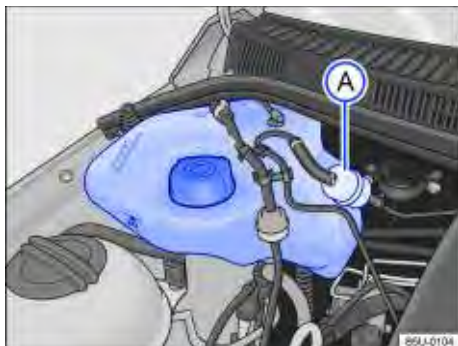
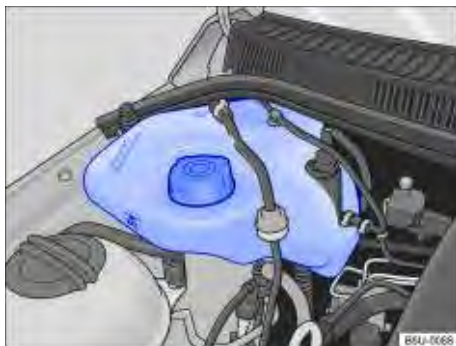

Fig. 131 No compartimento do motor: reservatório de gasolina para o sistema de partida a frio para motores 1.0.
Fig. 132 No compartimento do motor: reservatório de gasolina para o sistema de partida a frio para motores 1.6.
O reservatório de gasolina do sistema de partida a frio encontra-se no compartimento do motor, no lado direito ⇒ Fig. 131 ou ⇒ Fig. 132.
Para os veículos com motor 1.0, o filtro do reservatório de gasolina do sistema de partida a frio ⇒ Fig. 131 (A) deve ser trocado de acordo com os intervalos de manutenção indicados no ⇒ *caderno Manutenção e garantia*.
- Nunca ultrapassar a marca “MAX” indicada no reservatório ⇒ Fig. 131 ou ⇒ Fig. 132.